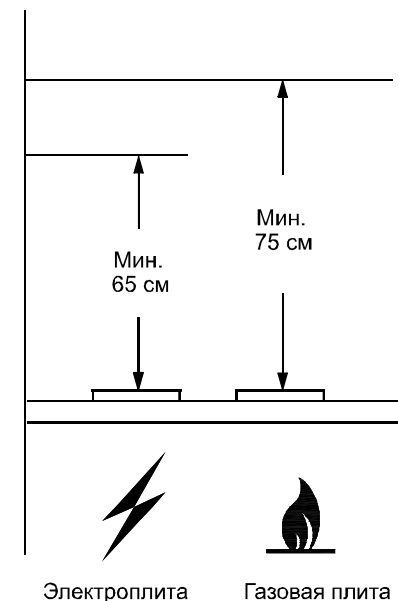

РИС. 1
1.2. Зонт устанавливайте на высоте согласно рис. 1.
4.5. Зонт устанавливайте над плитой согласно рис. 1.
- разметьте линию установки нижней части зонта над плитой согласно рис. 1.